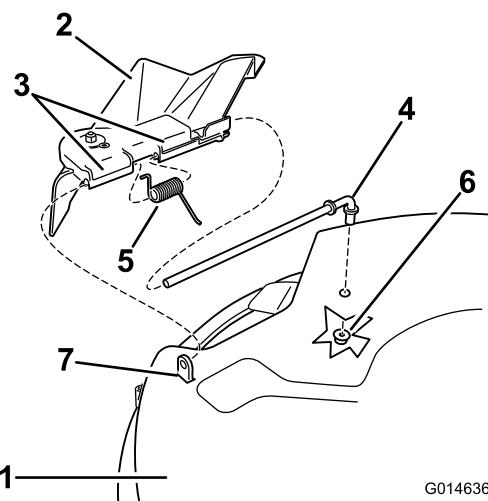

Figure 61
2. Sortez la tige de la courte cheville de positionnement, du ressort et du déflecteur d'herbe (Figure 61).
4. Remettez en place le déflecteur d'herbe (Figure 61).
7. Insérez la tige dans le deuxième support du déflecteur d'herbe (Figure 61).
9. Fixez l'extrémité arrière de la tige dans le tablier de coupe à l'aide d'un écrou (3/8 po), comme montré à la Figure 61.
1. Retirez l'écrou (3/8 po) de la tige, sous le tablier de coupe (Figure 61).